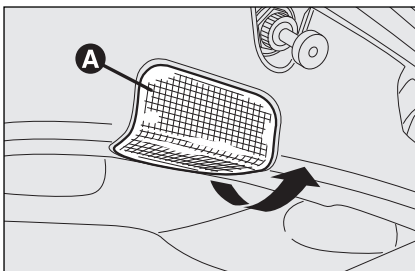

fig. 44
- maak de lichtunit **A-fig. 44** in de door de pijl aangegeven richting los;